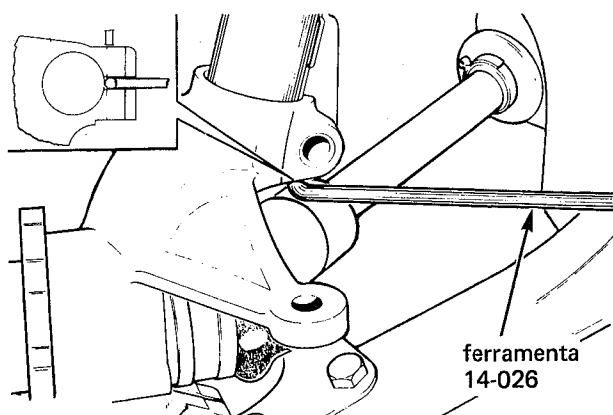

fig. 31
11. Com a semi-árvore devidamente apoiada, remover o parafuso de fixação da coluna da suspensão. Instalar a ferramenta 14-026 no rasgo do suporte, e girá-la 90°: baixar o suporte até liberá-lo. Não baixar o suporte além do necessário, evitando danificar as juntas homocinéticas (fig. 31)
berá-lo da coluna, sem danificar as juntas homocinéticas (fig. 31)